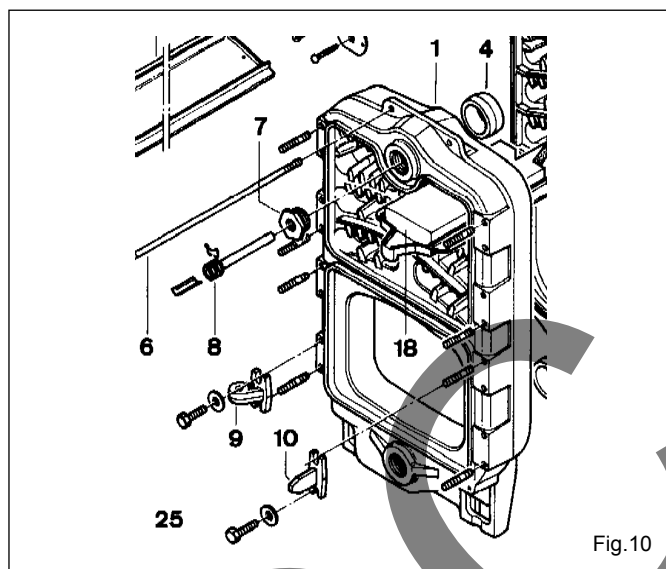

Fig.10
- En las calderas que incorporan repartidor, insertarlo en el orificio de retorno caldera, intercalando su junta (13)
### Vaina (8) (fig. 10)
- Atornillar la vaina y su reducción (7) de manera estanca en el orificio superior de 2" del elemento delantero.
(fig.10, orificio inferior de 2")